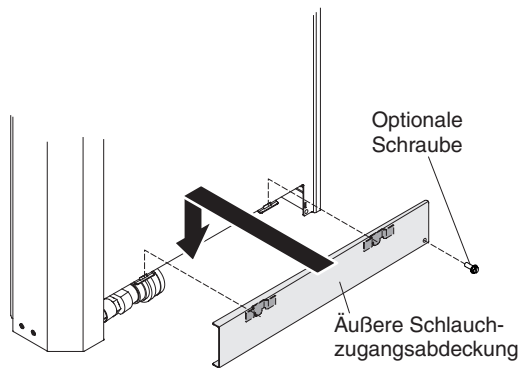

Abbildung 14. Äußere Schlauchzugangsabdeckung installieren
- c. (Optional) Befestigen Sie die äußere Schlauchzugangsabdeckung mit einer M4-Schraube am Wärmetauscher (siehe Abb. 14).